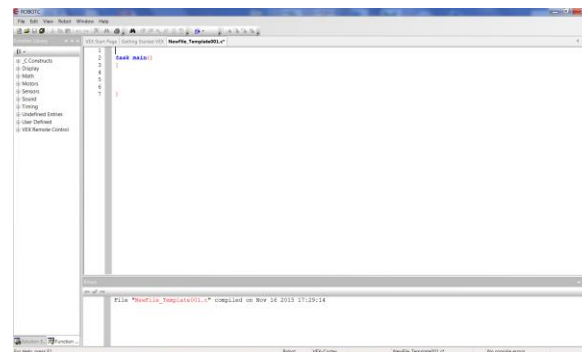

Рис. 10.10. Начальная страница приложения
2. Перед Вами откроется окно приложения (рис. 10.10).